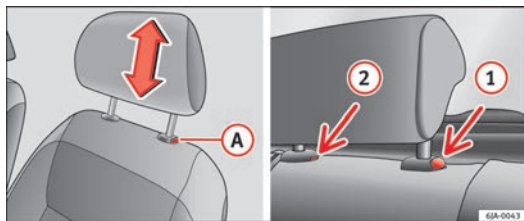

Abb. 72 Kopfstütze: Kopfstütze einstellen oder ausbauen
- Um die Kopfstütze nach unten zu verschieben, drücken und halten Sie die Taste **A** ⇒ Abb. 72 mit einer Hand gedrückt, und drücken Sie mit der anderen Hand die Kopfstütze nach unten.
- Drücken Sie den Knopf **A** ⇒ Abb. 72 und ziehen Sie die Kopfstütze heraus.
- Drücken und halten Sie die Sicherungstaste **1** ⇒ Abb. 72, drücken Sie gleichzeitig mit einem Flachsraubendreher (maximal 5 mm) in die Öffnung **2** und ziehen Sie die Kopfstütze heraus.